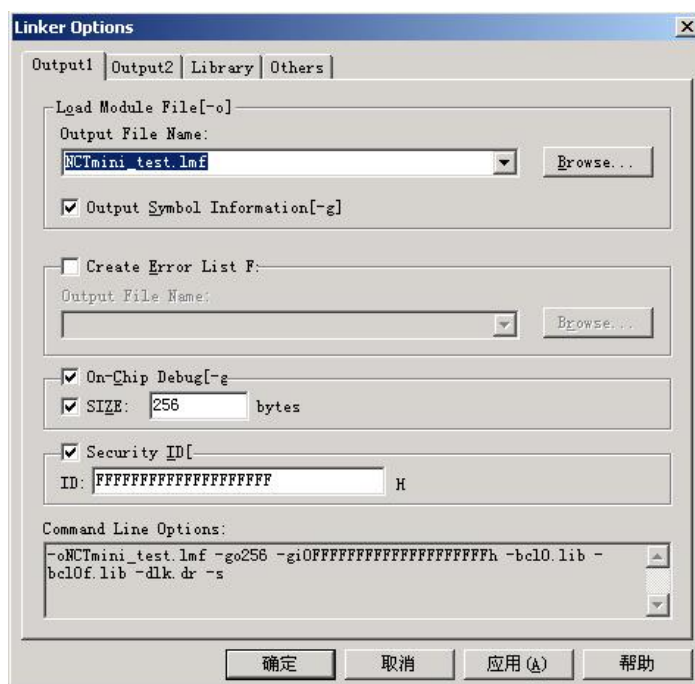

图 5-14 Linker Options 对话框
1. 如果需要使用 MINICUBE 调试，那么要注意在此处打开 OCD 功能，否则无法进入调试器。选中图 5-14 的 On-Chip Debug 选项就打开了 OCD 功能。
2. 如果也选中了“Security ID”，就可以设置密码。即使用户使用默认 Security ID，同样也建议用户激活该选项（如图 5-14 所示），以确保用户程序不会覆盖占用这几个字节的内容。